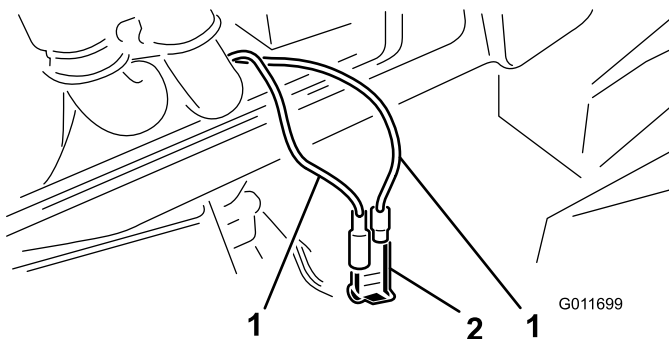

Figura 59
3. Localice los dos cables-puente taponados del contrapeso, dentro del compartimento (Figura 59).